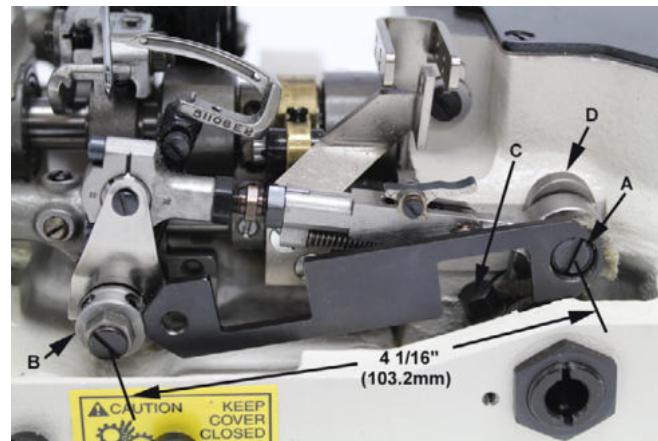

Fig. 5
With the looper at extreme right end of travel, check location of the right looper connecting rod bearing using gauge No. TT35. Place large hole of gauge over threaded stud (A, Fig. 5). The left end of gauge should locate against the RIGHT side of looper rocker cone (B). If adjustment is necessary, loosen clamp screw (C) and reposition looper drive lever (D) as required, then tighten screw (C).
Mit dem Greifer in seiner rechten Endstellung, kontrollieren Sie die Lage des rechten Greiferverbindungsstangenlagers mit Lehre TT35. Platzieren Sie das große Loch der Lehre über den Gewindebolzen (A, Fig. 5). Das linke Ende der Lehre soll an der RECHTEN Seite des Greiferhebelrings (B) liegen. Falls eine Einstellung notwendig ist, lösen Sie die Spannschraube (C) und ändern Sie die Position des Greiferantriebshebels (D) wie nötig, dann ziehen Sie die Schraube (C) wieder an.
If gauge is not available, check setting with a scale. Distance between the centerline of rocker cone and centerline of looper drive lever stud should be 4 1/16 inch (103,2 mm) as shown in Fig. 5 when looper is at its extreme right end of travel.
Falls keine Lehre verfügbar ist, kontrollieren Sie die Einstellung mit einem Maßstab. Der Abstand zwischen der Mittellinie des Hebelrings und der Mittellinie des Greiferantriebshebelbolzens sollte 103,2 mm betragen, wie in Fig. 5 gezeigt, wenn der Greifer in seiner rechten Endstellung ist.